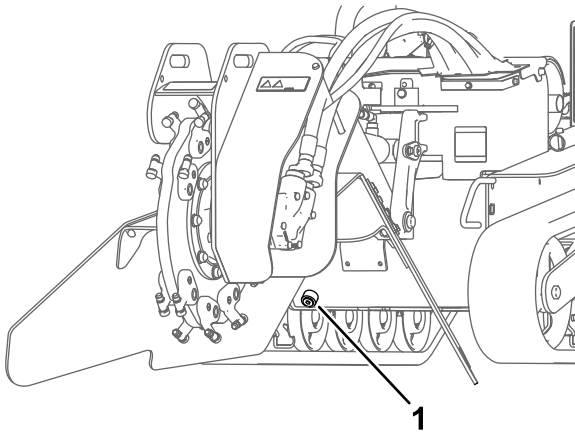

Figura 59
7. Retire el tapón de vaciado del depósito hidráulico y deje que se drene el fluido en el recipiente (Figura 59).